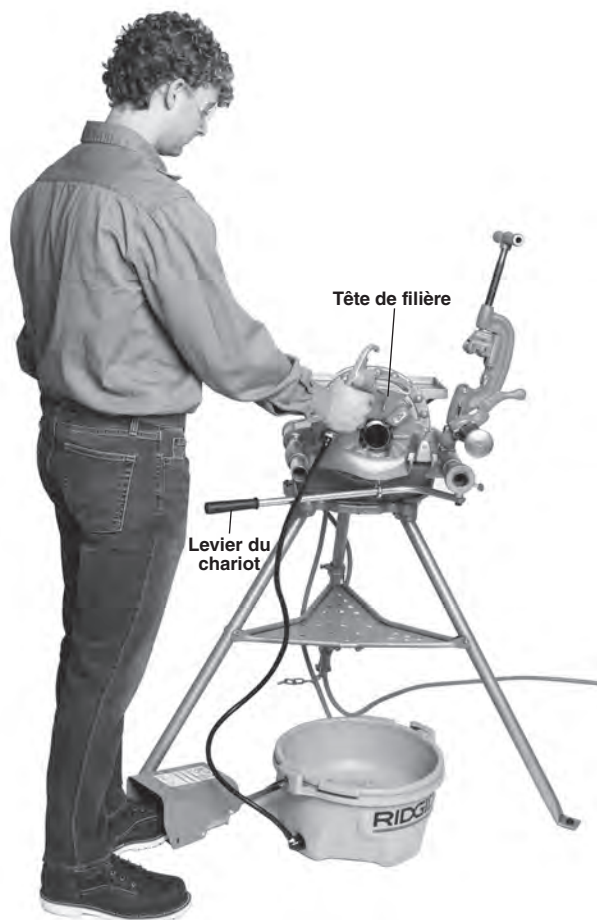

Figure 23 – Utilisation des têtes de filières et position de travail approprié
6. Servez-vous du levier du chariot pour amener la tête de filière contre l'extrémité du tuyau (*Figure 23*). Appuyez légèrement sur le levier du chariot pour engager la tête de filière sur le tuyau. Dès que la tête de filetage aura entamé le filetage, il ne sera plus nécessaire d'appuyer sur le levier du chariot.